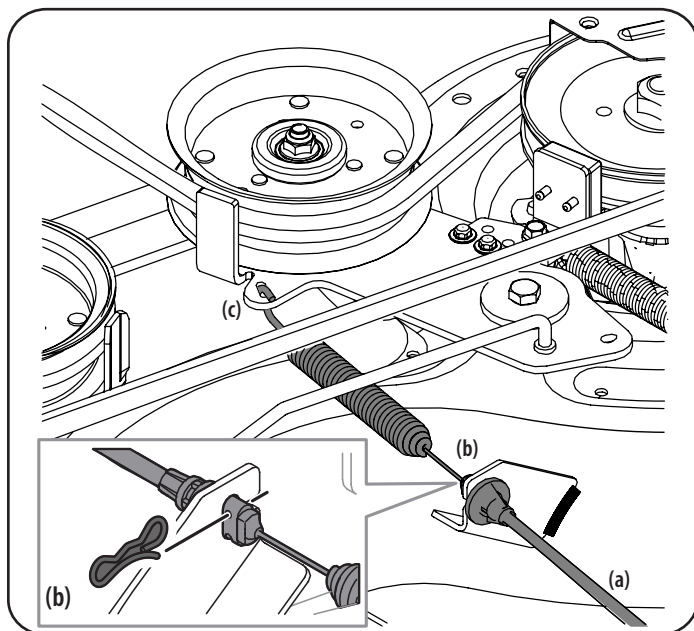

Figura 28
- Extraiga con cuidado el cable de la PTO (a) de la parte posterior de la plataforma de corte retirando el clip curvo que lo sujeta. Retire el resorte (c) del soporte de polea loca de la plataforma. Consulte la Figura 28.